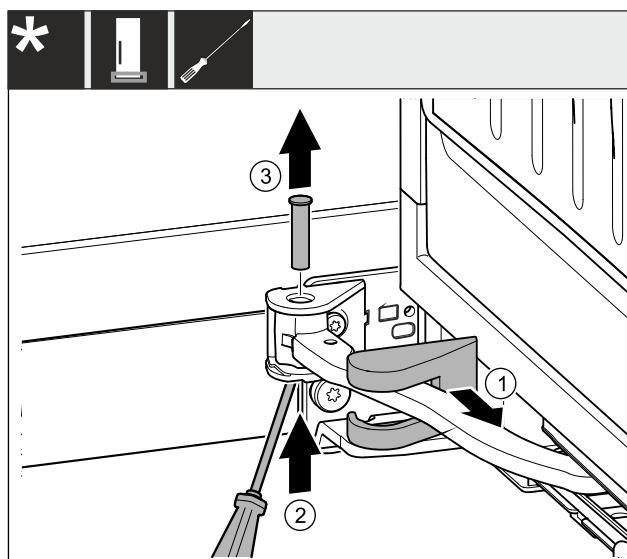

Fig. 5
- ▶ Stiahnite kryt ložiskovej konzoly a presuňte ho pozdĺž kŕbu. Fig. 5 (1)
- ▶ Čap zdola nadvihnite prstom alebo skrutkovačom. Fig. 5 (2)
- ▶ Skrutkovač zasuňte pod hlavu čapu a vytiahnite ho. Fig. 5 (3)